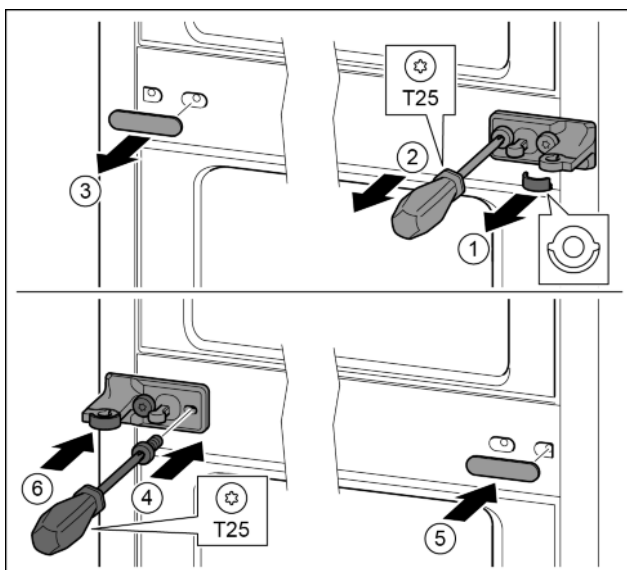

Fig. 15
- Enlever la rondelle. Fig. 15 (1)
- Desserrer les vis avec le tournevis T25. Fig. 15 (2)
- Enlever délicatement le cache. Fig. 15 (3)
- Visser fermement le support de palier avec film tourné de 180° de l'autre côté. Fig. 15 (4)
- Poser le cache tourné de 180° de l'autre côté. Fig. 15 (5)
- Enfiler la rondelle par devant. Fig. 15 (6)